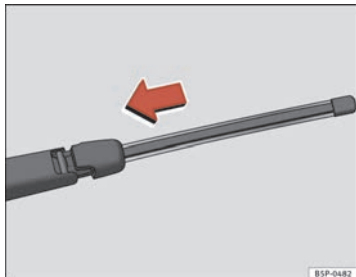

Abb. 151 Heckwischerblatt einsetzen
- Richten Sie das Wischerblatt wie in ⇒ Abb. 151 aus und verschieben Sie den Adapter, bis er einrastet.